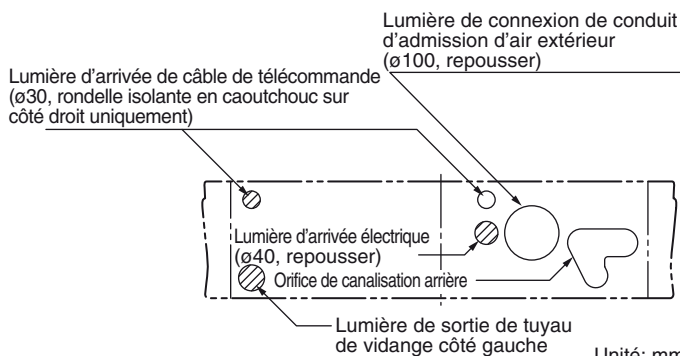
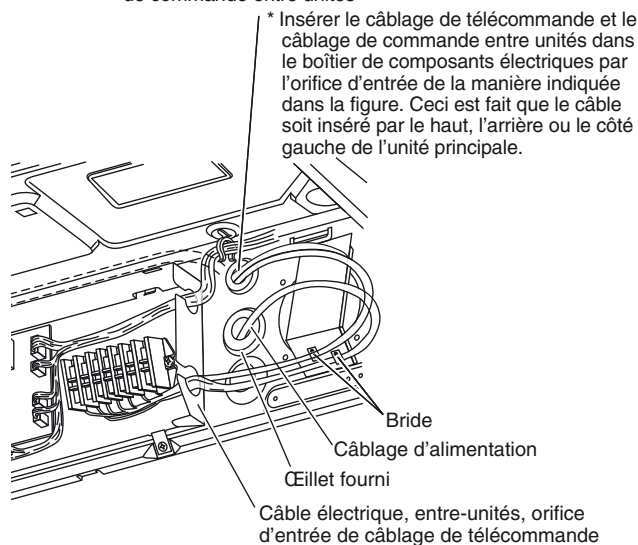

Fig. 3-18
Fig. 3-23
Il y a une lumière de connexion de conduit (trou repoussé) au niveau de l'arrière droite du panneau supérieur de l'unité intérieure pour aspirer l'air frais. S'il est nécessaire d'aspirer de l'air frais, retirer le capot en ouvrant le trou et en connectant le conduit à l'unité intérieure par la lumière de connexion. (Fig. 3-18)
- \* Lors de la pose de la tuyauterie par les côtés supérieur ou droit, repousser les pièces appropriées dans le panneau supérieur, et couper des encoches dans le panneau latéral (Fig. 3-18).
Les orifices d'entrée d'alimentation sont situés à l'arrière et Les orifices d'entrée de câblage de télécommande sont situés à l'arrière et en haut (pour usage avec la télécommande câblée). Pour les détails, se reporter à la Fig. 3-18. Pour la méthode utilisée pour insérer le câble, se reporter à la Fig. 3-23.
Fixer l'œillet fourni sur l'orifice d'entrée du câblage d'alimentation avec du ruban adhésif (fourniture sur site). (Se reporter à la Fig. 3-23.)